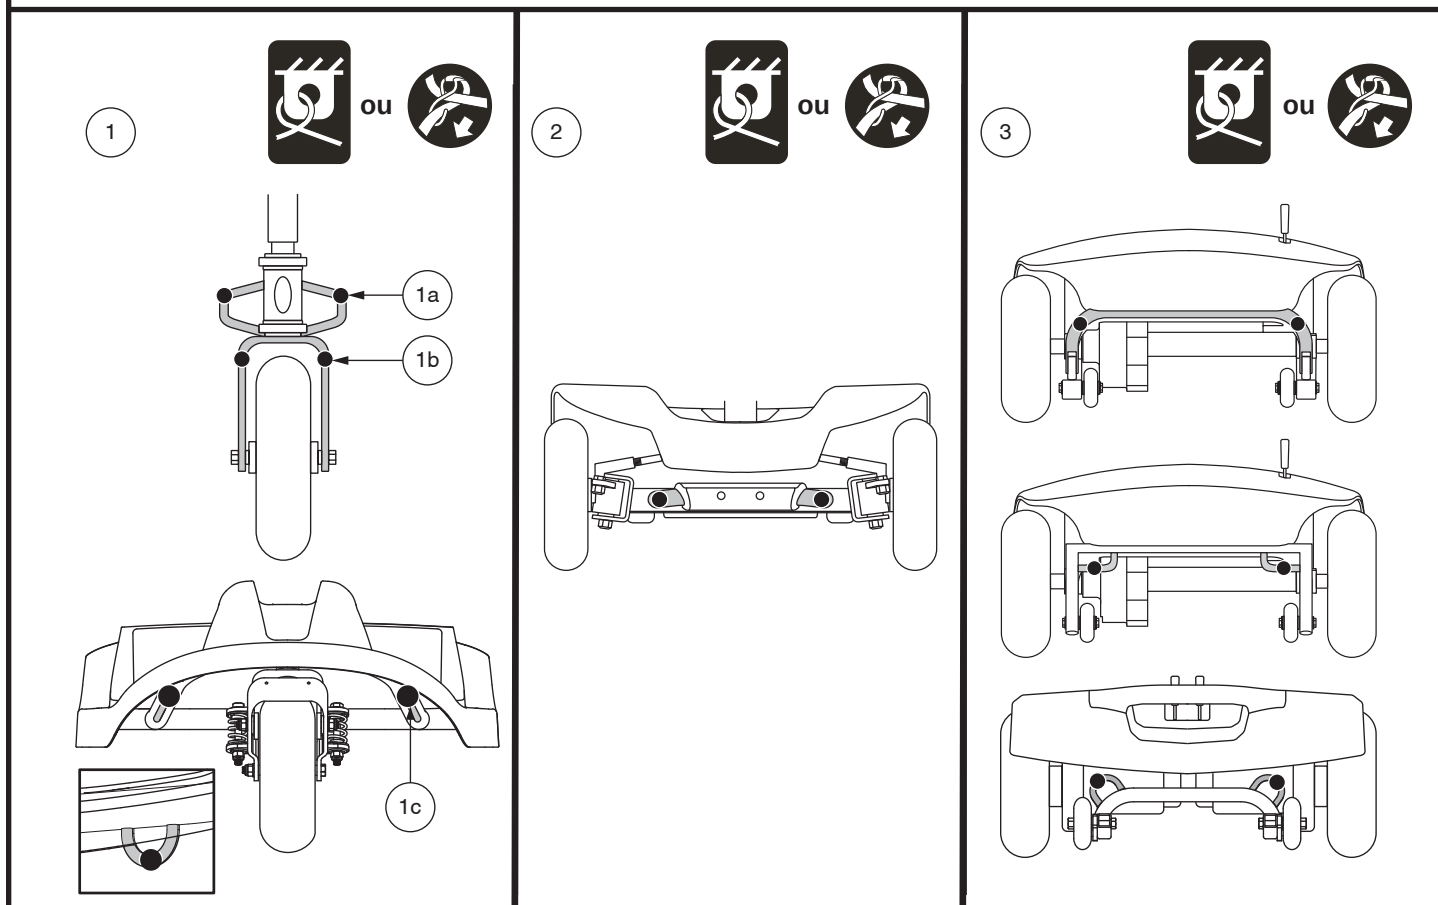

Figure 16. Points d'ancrage (Identifié avec des points noirs)
Le Travel Scooter doit toujours être ancrés face à l'avant du véhicule. Fixez les quatre (4) courroies aux points d'ancrage désignés sur le Travel Scooter. **Voir la figure 16.** Serrez-bien les courroies pour retirer le jeu excessif. N'attachez jamais le Travel Scooter par ses composantes réglables ou mobiles tels que les accoudoirs, capots ou roues. Ces articles devraient être enlevés. Positionnez les points d'ancrage arrière des courroies directement derrière le Travel Scooter. Les points d'ancrage avant sont disposés plus loin de chaque côté du Travel Scooter afin d'augmenter la stabilité latérale.